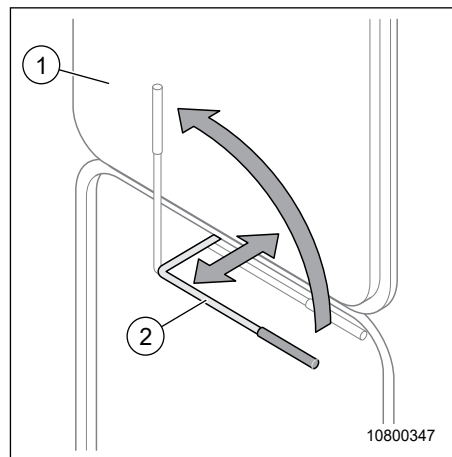

Fig. 45 Portillon du coffre à gaz
→ Tenir le portillon du coffre à gaz ouvert avec la main jusqu'à ce qu'il soit sécurisé au moyen du levier (Fig. 45, pos. 2).
2. Soulever le verrou à serrure avec la main et pivoter le portillon du coffre à gaz (Fig. 45, pos. 1) vers le haut.
3. Tenir le portillon du coffre à gaz (Fig. 45, pos. 1) avec les mains.
4. Tirer le levier (Fig. 45, pos. 2) vers l'avant et vers la gauche jusqu'à ce qu'il soit en position verticale.
1. Tirer le levier (Fig. 45, pos. 2) vers l'avant et vers la droite jusqu'à ce qu'il soit en position horizontale. Ensuite, glisser le levier vers l'arrière.
2. Guider le portillon du coffre à gaz (Fig. 45, pos. 1) vers le bas et le fermer complètement en exerçant une pression sur le verrou à serrure.